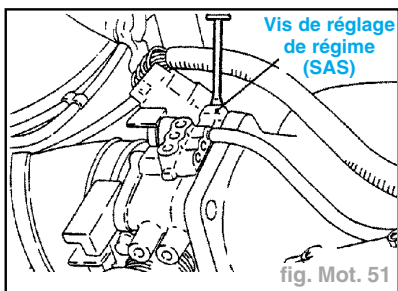

fig. Mot. 51
- S'il y a une déviation de la valeur normale, régler en utilisant la vis de réglage de commande de régime du ralenti (fig. Mot. 51).
- S'il ne correspond pas à la plage de valeurs normales, tourner la vis de réglage de régime (SAS) pour effectuer le réglage si cela s'avère nécessaire (fig. Mot. 51).
- S'il y a une dérivation de la valeur normale, régler en utilisant la vis de réglage de régime (fig. Mot. 51).